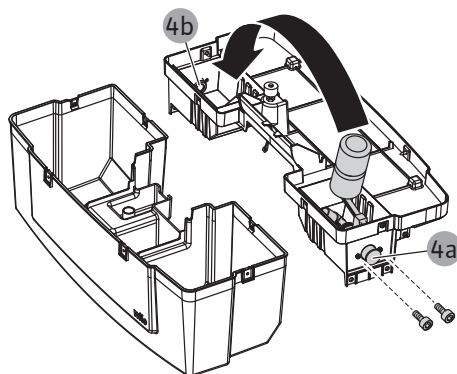

Fig. 17: Sejměte kryt doplňovací nádrže a povolte šrouby pro uchycení doplňovacího ventilu
6. Vyjměte šrouby držáku doplňovacího ventilu (Fig. 17).